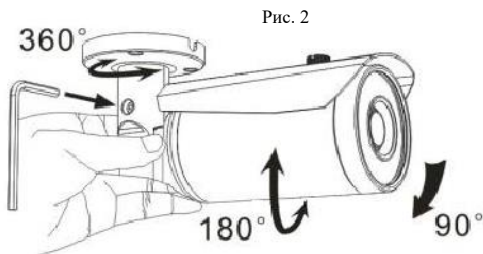

Рис. 2
9. С помощью шестигранника ослабьте винт фиксации кронштейна, ориентировочно на 3 оборота (см. рис.2).
11. После настройки необходимой зоны наблюдения зафиксируйте камеру в выбранном положении, затянув при помощи шестигранника винт фиксации кронштейна (см. рис. 2).